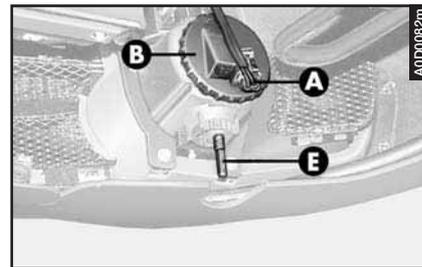

fig. 50
– Sfilare il connettore (**A-fig. 50**) dal gruppo ottico.
AVVERTENZA La vite (**E-fig. 50**) serve per regolare l'orientamento dei proiettori fendinebbia.